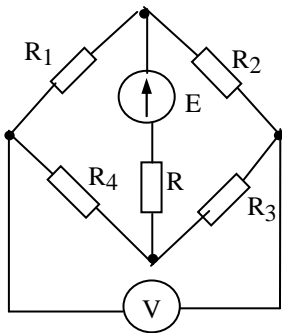

Рис. 1.3.12
1.3.12. Определить показание вольтметра в цепи (рисунок 1.3.12), если $E=24$ В, $R=3$ Ом, $R_1=11$ Ом, $R_2=14$ Ом, $R_3=16$ Ом, $R_4=9$ Ом. Сопротивление вольтметра принять бесконечно большим.